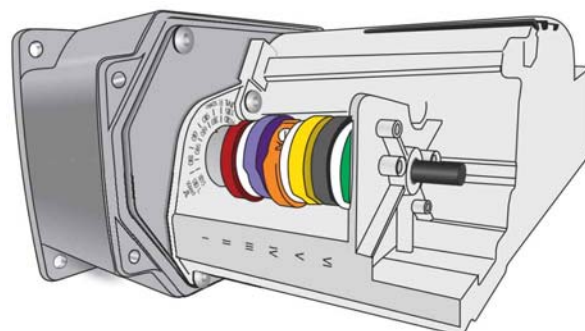
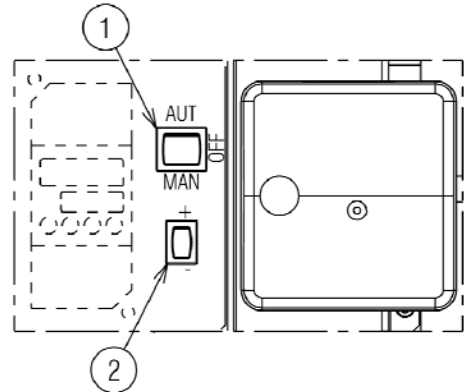

Рис. 28
Рис. 29
Серводвигатель (Рис. 28) одновременно управляет положением воздушной заслонки и, с помощью кулачка с изменяемым профилем (лекала), положением дроссельного клапана газа. Серводвигатель поворачивается на 90° за 30 секунд.
В предыдущем описании мы оставили горелку после розжига, работающей на минимальной мощности. Теперь нажмите кнопку (2) (рисунок 29 стр. 28) в положение «увеличение мощности» и удерживайте ее нажатой до тех пор, пока серводвигатель не откроет воздушную заслонку и дроссельный клапан газа.
Регулировка воздуха осуществляется путём изменения угла кулачка I (рис. 28 на стр. 27) и с помощью переключателя (2) (Рис. 29 на стр. 28). Регулировка кулачка сервопривода показана на Рисунке 32 (А).
Нажмите кнопку (2) (рисунок 29, стр. 28), «уменьшение мощности», и удерживайте ее нажатой до тех пор, пока серводвигатель (Рис. 32 В) не встанет в положение заводской настройки: см. Таблицу L на странице 27, последовательно отрегулируйте воздушную заслонку (5) и дроссельную заслонку газа (4) (Рис. 31 на стр. 29).
Регулировка воздуха осуществляется путём изменения угла кулачка III (рис. 28 на стр. 27) и с помощью переключателя (2) (Рис. 29 на стр. 28). Регулировка кулачка сервопривода показана на Рисунке 32 (А).
После настройки максимальной и минимальной мощности горелки необходимо настроить расход газа в нескольких промежуточных положениях сервопривода. Для перехода из одного положения к следующему удерживайте нажатой кнопку (2) на символе (+) или на символе (-) (Рис. 29 на стр. 28). Чуть-чуть нажмите кнопку «увеличение мощности» (2) (рис. 29), серводвигатель должен повернуться примерно на 20°, смотрите на градуированный указатель сервопривода (Рис. 32) (В) и градуированный указатель воздушных заслонок (5) (Рис. 31 на стр. 29).
Погасите горелку с помощью выключателя (1) (Рис. 29), положение OFF, расцепите кулачок-лекало (I) (Рис. 31) и шестерни серводвигателя, для этого нажмите и переведите вниз кнопку (3) (Рис. 32 - D), затем вручную поверните несколько раз вперед и назад кулачок (I) (Рис. 31), убедившись в том, что он поворачивается мягко и не заедает.